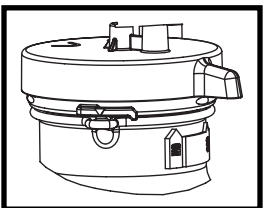

Figura 2
3. Retire el ensamble de la tapa girándola hacia la izquierda 1/4 de giro para alinear la flecha de la tapa con la lengüeta del tanque (Figura 2). Retire la tapa.